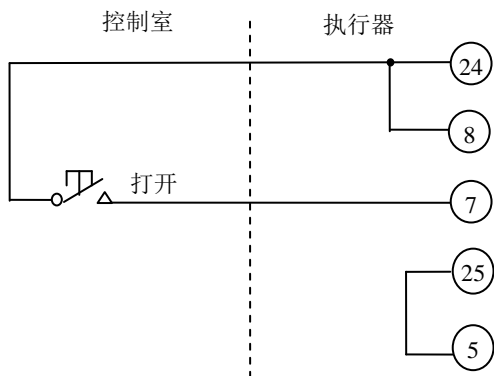
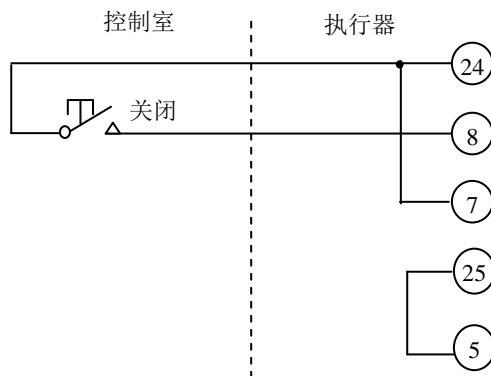
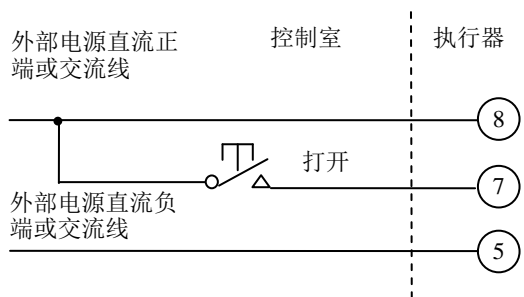
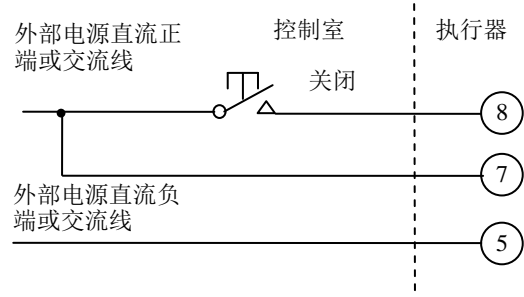

图 1-7 双线控制，有信号开，无信号关。在菜单 H-03 中，远控优先组态为“打开优先”
图 1-8 双线控制，有信号关，无信号开。在菜单 H-03 中，远控优先组态为“关闭优先”
图 1-9 三线控制，有信号开，无信号关。在菜单 H-03 中，远控优先组态为“打开优先”
图 1-10 三线控制，有信号关，无信号开。在菜单 H-03 中，远控优先组态为“关闭优先”
注：当不采用后述的图1-7~图1-10的控制方式时，远控优先必须设定为“优先无效”。
3.1.3 使用内部的执行器内部提供的 24V 直流电源实现双线控制, 如图 1-7, 图 1-8 所示。
3.1.4 使用外部低压电源 20~50V 交直流控制或外部高压电源 220V 交直流电压实现三线控制,如图 1-9,图 1-10 所示。